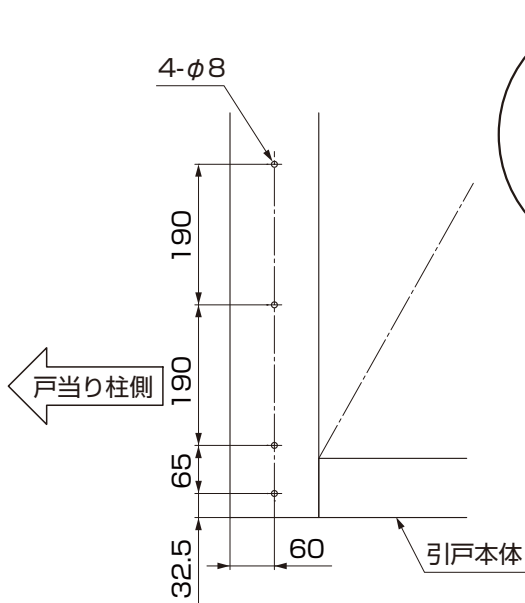

図 8-1
- ①合掌框の家側にφ8穴を4ヶ所加工してください。(図8-1参照)